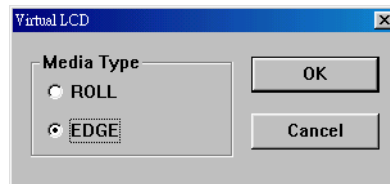

Abb. 4-8
3. Wählen Sie "Media type", "Roll" oder „Edge“. (siehe Abb. 4-8)